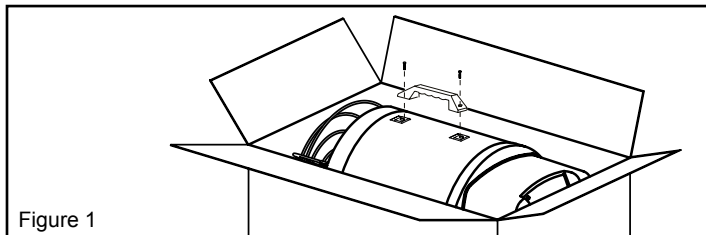

Figure 1
1. Fixez la poignée en alignant ses trous avec ceux du capot supérieur du radiateur (Fig. 1).